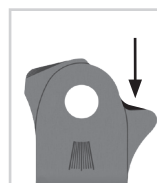

図23
- 1 システムあぶみのノーズ部分を少し削ります(図23)。